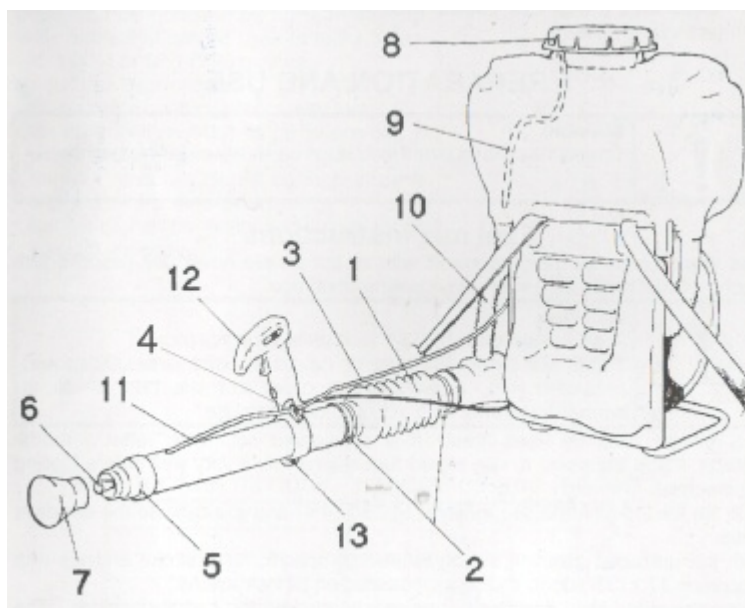

Рисунок 1. Детали распылителя.
1. Соедините гибкий шланг (рисунок 1, номер 1) с коленчатым патрубком и задним шлангом подачи воздуха. Закрепите его с помощью зажимов (рисунок 1, номер 2), которые находятся в сумке с принадлежностями.
2. Вставьте шланг подачи смеси (рисунок 1, номер 11) в рукоять (рисунок 1, номер 12).
3. Отрегулируйте положение рукояти так, чтобы вам было удобно управлять распылителем. Закрепите ее при помощи винта (рисунок 1, номер 13).
4. Подсоедините шланг подачи жидкости (рисунок 1, номер 3) к крану подачи жидкости (рисунок 1, номер 4).
5. Накрутите канал подачи воздуха (рисунок 1, номер 5) и насадку (рисунок 1, номер 6), которые вы найдете в сумке с принадлежностями.
6. Если вам необходимо проводить распыление с широким углом, наденьте насадку для такого распыления (рисунок 1, номер 7) на канал подачи воздуха (рисунок 1, номер 5).